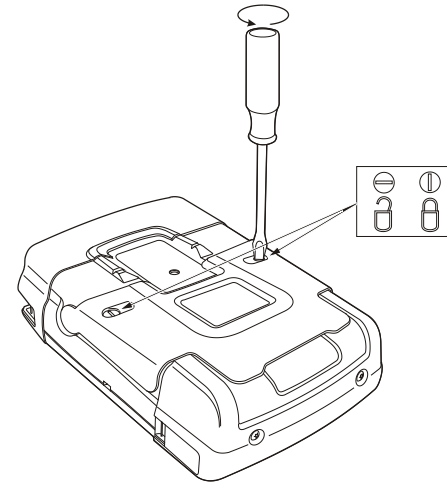

Figura 47 . Desbloqueo de la tapa de la batería
3. Desbloquee la tapa de la batería (Figura 47).